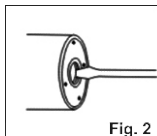

Fig. 2
- Remova o parafuso de escorva, que encontra-se na parte traseira do equipamento (Fig.2).